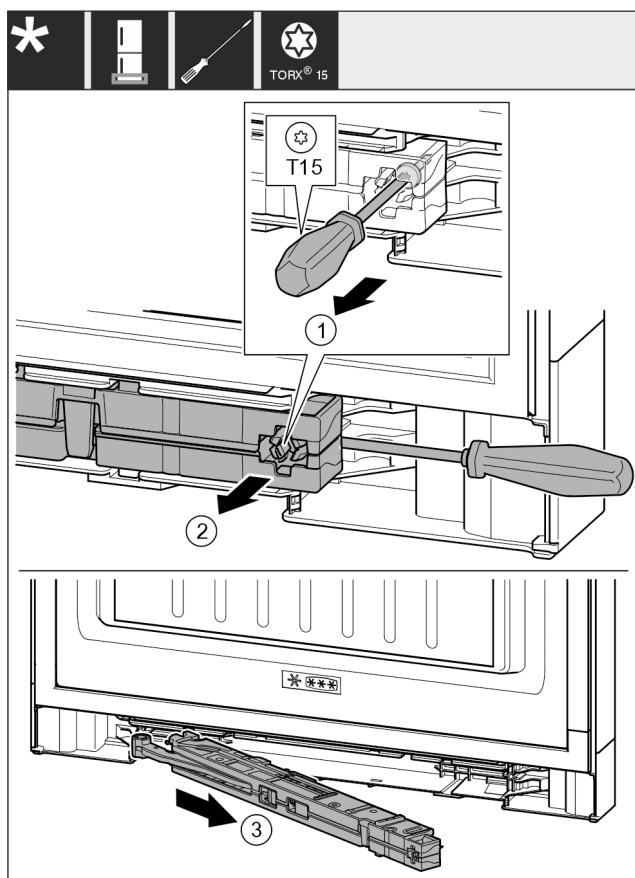

Fig. 17
- Šroub Fig. 17 (1) na jednotce tlumiče zavírání povolte šroubovákem 14 mm.
- Vypačte jednotku tlumiče zavírání Fig. 17 (2) na straně madla šroubovákem dopředu.
- Vytáhněte jednotku tlumiče zavírání Fig. 17 (3).